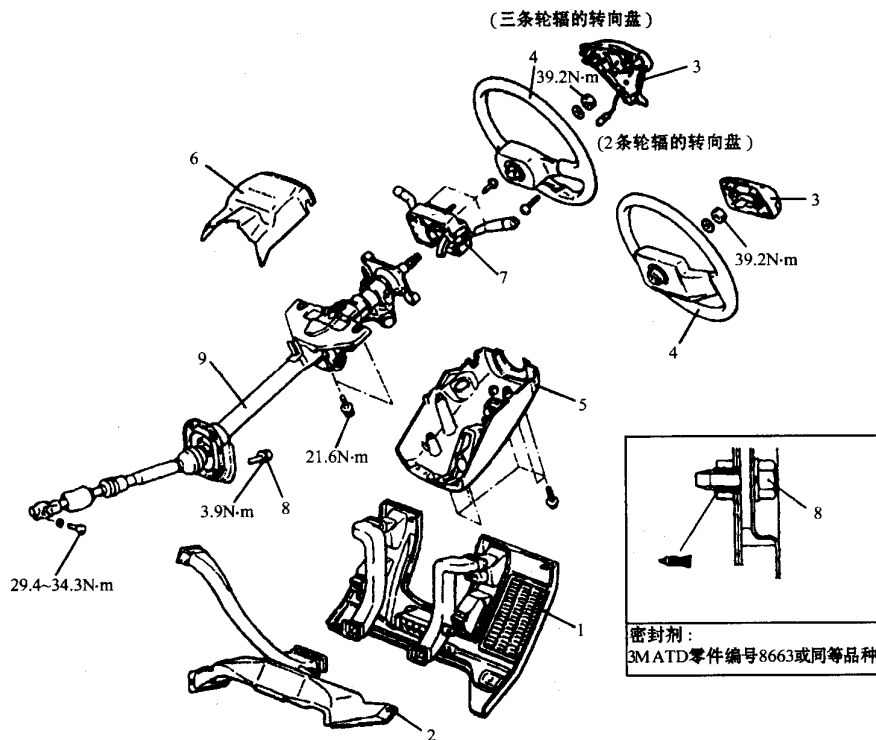

图7-10转向柱与轴
(1) 转向柱与轴的拆装见图7-10。安装后,应在车轮处于正前方的状态下检查转向盘的位置。